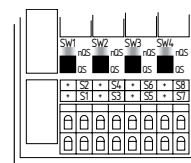

Fig. 5
- Pos. QS (abajo) (véase fig. 5): detecta cortocircuitos entre hilos, adecuado para aplicaciones de dos canales sin salidas con potencial en los circuitos de control y aplicaciones con salidas con potencial positivo y negativo en los circuitos de control.